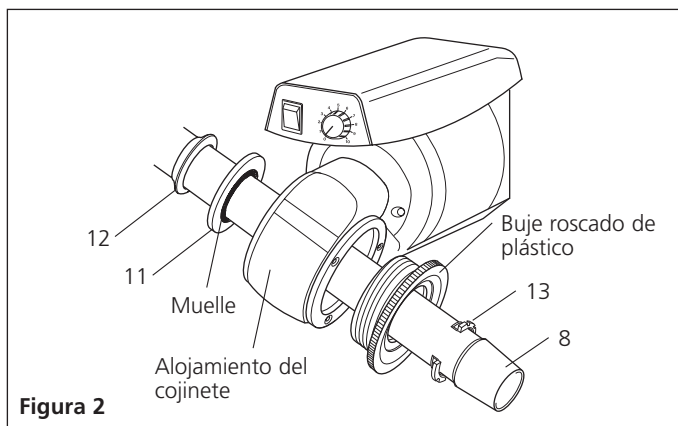

Figura 2
3. Introduzca el extremo sencillo del tubo de vapor (8) por el lado derecho del conjunto del motor y empújelo hasta que encaje firmemente en su sitio detrás de la presilla de resorte. La junta cónica deberá estar situada a la derecha del motor visto desde la parte frontal.
4. Disponga la junta hermética principal (11) y la junta secundaria (12) en el extremo sencillo del tubo de vapor (izquierda) y deslícelas hacia abajo hasta que encajen en el alojamiento del cojinete. Es importante que estos elementos sean instalados en el orden correcto y que el lado accionado por resorte de la junta principal esté orientado hacia el alojamiento del cojinete (vea la figura 2).
5. Disponga la presilla de retención (13) sobre el lado unido del tubo de vapor (derecha) y deslícela hasta que encaje en el buje roscado de plástico (figura 2).